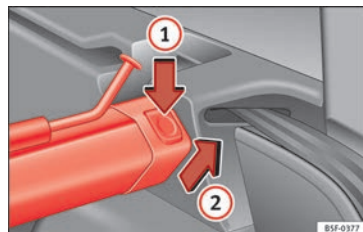

Abb. 125 Im Kofferraum: Trennwandnetz ausbauen.
- Linke oder rechte Entriegelungstaste » Abb. 125 in Pfeilrichtung ① drücken.
- Stützschaube in Pfeilrichtung » Abb. 125 ② abnehmen.
- Schale der Träger links und rechts entgegen der Pfeilrichtung drücken » Abb. 125 ②, bis diese einrastet.